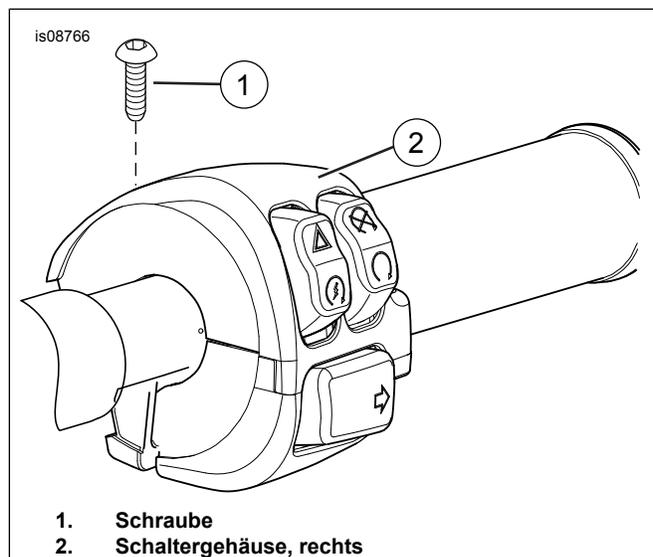

Abbildung 2. Schraube und Schaltergehäuse
3. Siehe Abbildung 2. Die Schraube (1) aus dem rechten Schaltergehäuse (2) entfernen. **Modelle Road King ab 2014:** Die Schraube zur späteren Verwendung aufheben. **Alle anderen Modelle:** Die Schraube entsorgen.